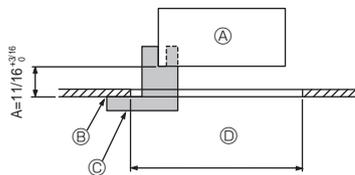
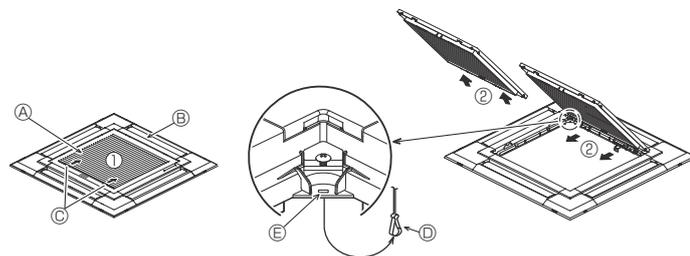
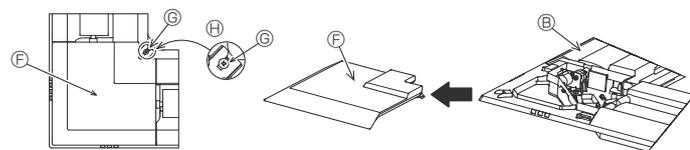

Fig. 6-2
Fig. 6-3
Fig. 6-4
①	Grille	1	950 x 950 (mm), 37-13/32 x 37-13/32 (pouces)
②	Jauge	1	Divisée en quatre parties
③	Vis (4 x 16)	1	Pour PLFY-EP-NEMU1-E
④	Panneau en coin 3D i-see Sensor	1	Pour PLFY-EP-NEMU1-E
6.2. Préparation avant d'attacher la grille (Fig. 6-2)
- A l'aide de la jauge ② fournie avec ce kit, régler et vérifier la position de l'appareil par rapport au plafond. Si l'appareil n'est pas correctement positionné, il y aura des risques de fuites d'air et de la condensation pourrait s'accumuler.
- ① Appareil principal
- ② Plafond
- ③ Jauge ② (insérée dans l'appareil)
- ④ Dimensions de l'ouverture dans le plafond
6.2.1. Retrait de la grille d'admission (Fig. 6-3)
- Pour ouvrir la grille d'admission, faire glisser les leviers dans le sens indiqué par la flèche ①.
- Lorsque la grille se trouve en position "ouverte", retirer la charnière de la grille d'admission comme indiqué par la flèche ②.
6.2.2. Retrait du panneau en coin (Fig. 6-4)
- Retirer la vis du coin du panneau en coin. Faire glisser le panneau comme indiqué par la flèche ① pour le déposer.
[Fig. 6-3] [Fig. 6-4]